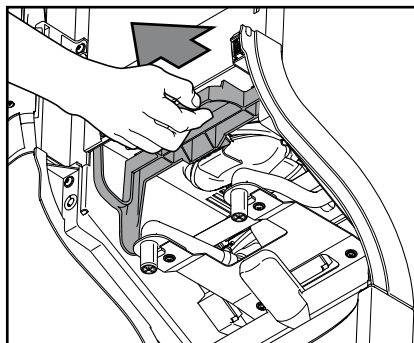

Fig. 37
- Tirare il bloccaggio, per sbloccare l'intera unità di miscelazione (fig. 37).